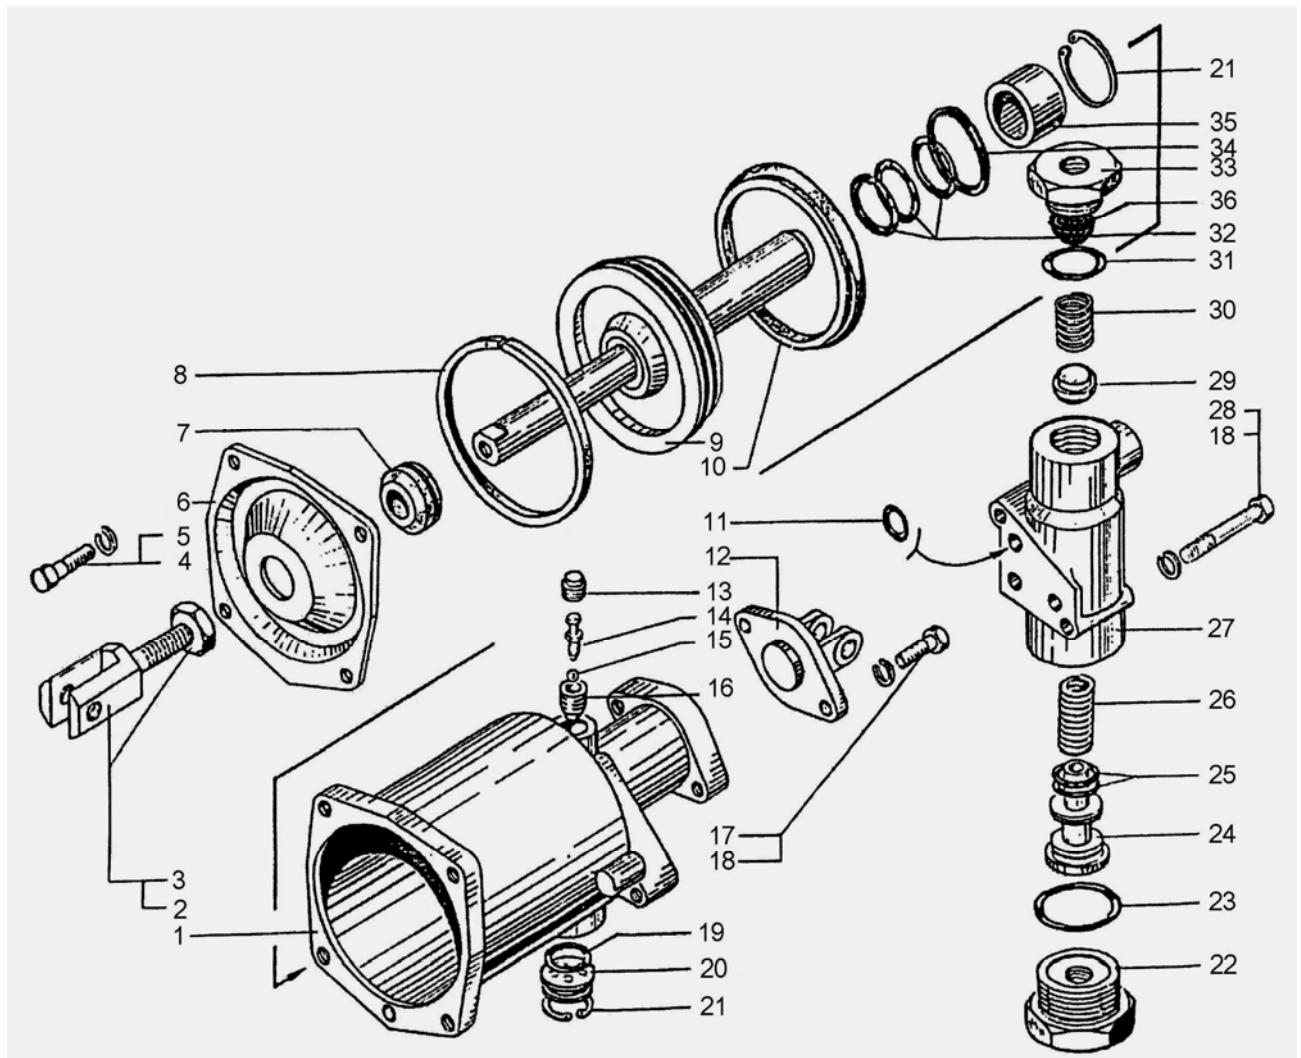

Рис. 4. Пневмогидроусилитель сцепления:
- снять с перепускного клапана 14 (рис.4) колпачок 13 и надеть на клапан шланг для прокачки гидропривода (в ЗИП). Второй конец шланга опустить в сосуд для слива жидкости;
2. Отвернуть гайку стопорную 3 (рис.4) и, придерживая за лыску гидропоршня ключом, вывернуть вилку 2 вместе с гайкой. После чего отвернуть болты крышки 6 снять ее вместе с грязезъемником 7.
- снять колпачок 13 и надеть на перепускной клапан 14 (рис.4) шланг для прокачки привода сцепления;
- отвернуть клапан 14 (рис.4) на 0,5 - 1 оборот;